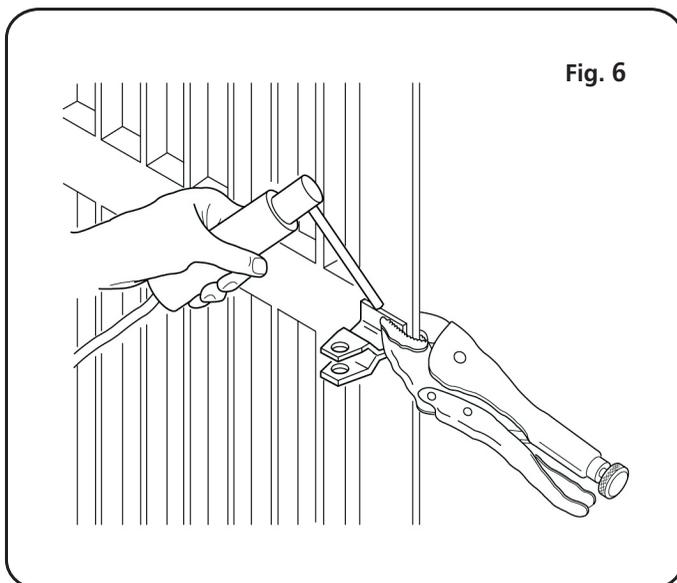

Fig. 6
G) Fissare provvisoriamente l'attacco anteriore sull'anta del cancello tramite due punti di saldatura (proteggere lo stelo da eventuali scorie di saldatura) (fig. 6);